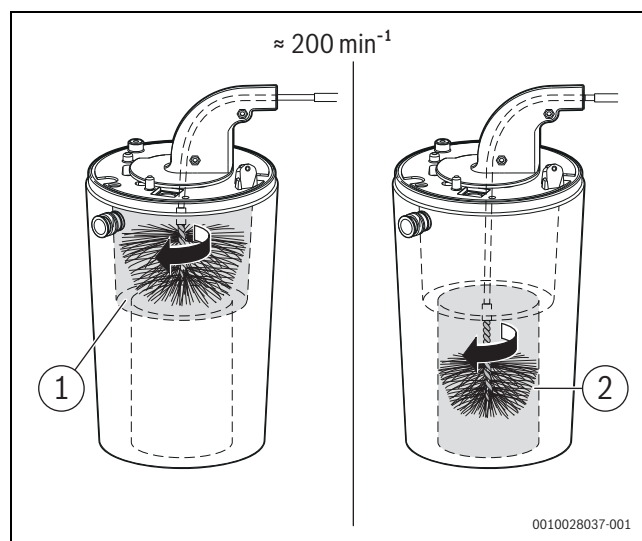

Fig. 122 Nettoyage du corps de chauffe (env. 200 tr/min, rotation à droite uniquement)
- Répéter le processus avec la petite brosse pour la zone inférieure (→ fig. 122, [2]).